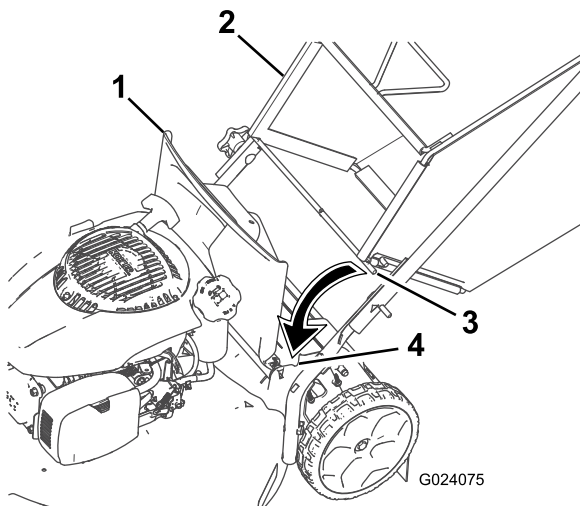

Figura 16
1. Levante el deflector trasero (Figura 16).
2. Introduzca los extremos de la varilla de la bolsa de recogida en las muescas de los soportes del manillar (Figura 16).